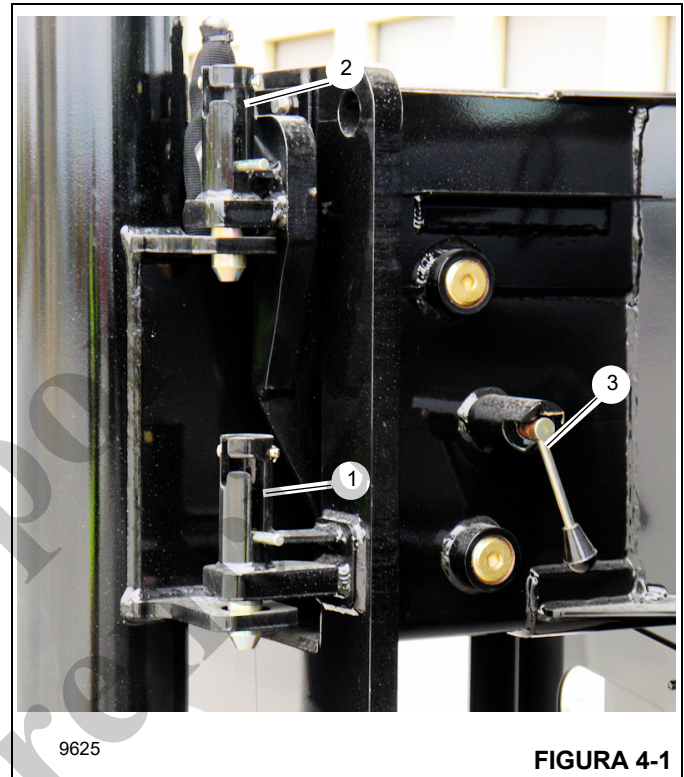

FIGURA 4-1
1. Desenganche el bloqueo mecánico de propulsión (1, Figura 4-1) que asegura cada viga en la posición totalmente retraída durante el transporte.
- b. Posición 50 % extendida. Enganche las trabas manuales de posición central (2, Figura 4-1) para colocarlas en el punto medio.
- c. (NTC50L/NTC55L solamente) posición 75 % extendida. Enganche las trabas manuales (3, Figura 4-1) girando la manija en sentido horario.